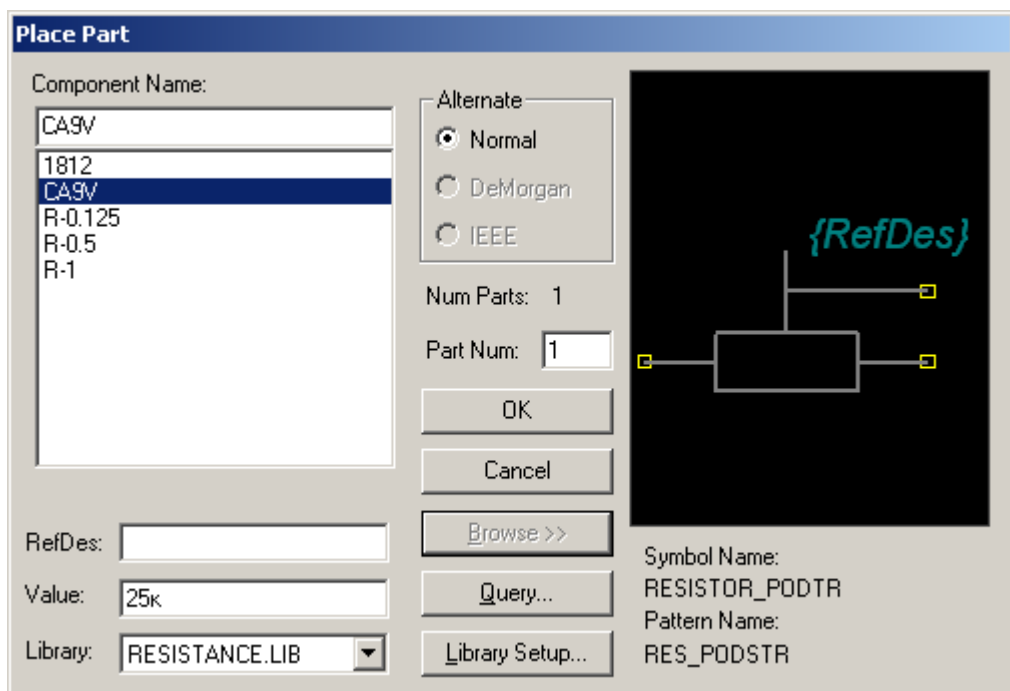

Рис. 17 Выбор из библиотеки подстроечного резистора
- 8.11 В поле **Value** внесите значение **25к** (рис.17).